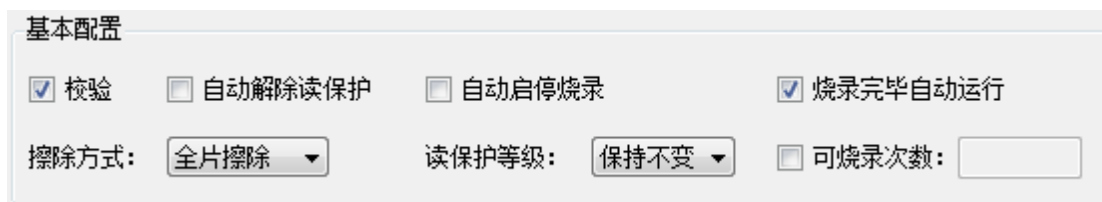

图 2.4-4 其他基础功能项配置
- 三、在基础配置中 勾选“校验”“烧录完毕自动运行”、下拉选择擦除方式为“全片擦除”，其他功能项暂不配置，如图 2.4-4 所示。